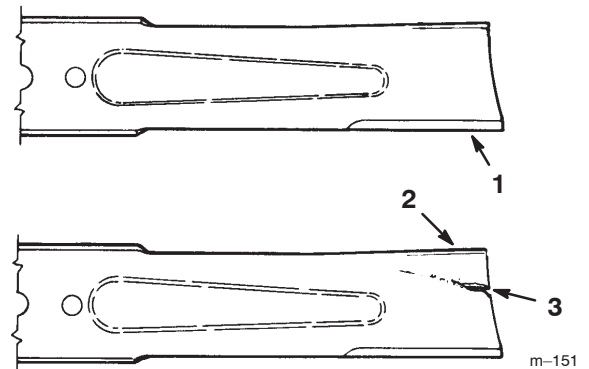

Figure 32
1. Inspectez les tranchants des lames (Fig. 32). Si les lames ne sont pas tranchantes ou si elles présentent des indentations, déposez-les et aiguiser les (voir Aiguisage des lames, page 32).
2. Inspectez les lames, surtout la partie incurvée (Fig. 32). Remplacez immédiatement toute lame endommagée, usée ou qui présente une entaille (repère 3 de la Fig. 32).